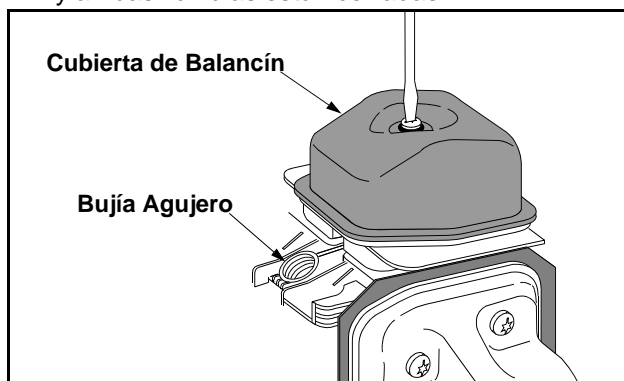

Figure 14
- La suciedad limpia de alrededor del balancín cubre y quita el tornillo que sostiene la cubierta de balancín con un destornillador de lámina grande plano o Torx T25 el bit. Vea Figure 14.
- El pistón debería estar en lo alto de sus viajes mirando en la bujía el agujero. Vea Figure 14.